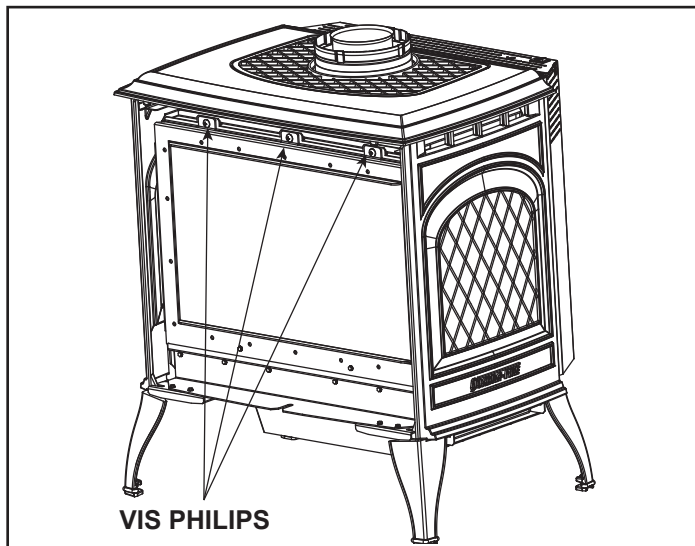

Figure 10.2 Retrait du cadre de la vitre
3. À l'aide d'un embout Philips no 2, retirez trois dispositifs de fixation du dessus de l'assemblage du cadre de la vitre. Voir la Figure 10.2. Retirez la vitre de l'appareil.